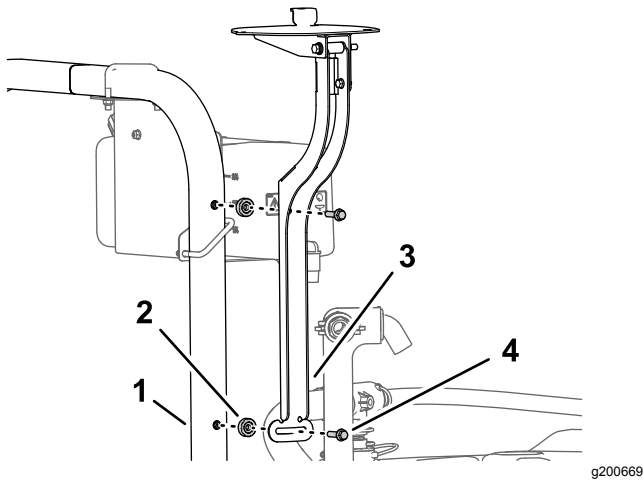

Figura 153
1. Montate il supporto del ricevitore e il distanziale ($\frac{3}{8}$ " x $\frac{7}{16}$ ") sul roll bar con il bullone a testa flangiata ($\frac{3}{8}$ " x $1\frac{1}{2}$ "), come illustrato nella Figura 153.